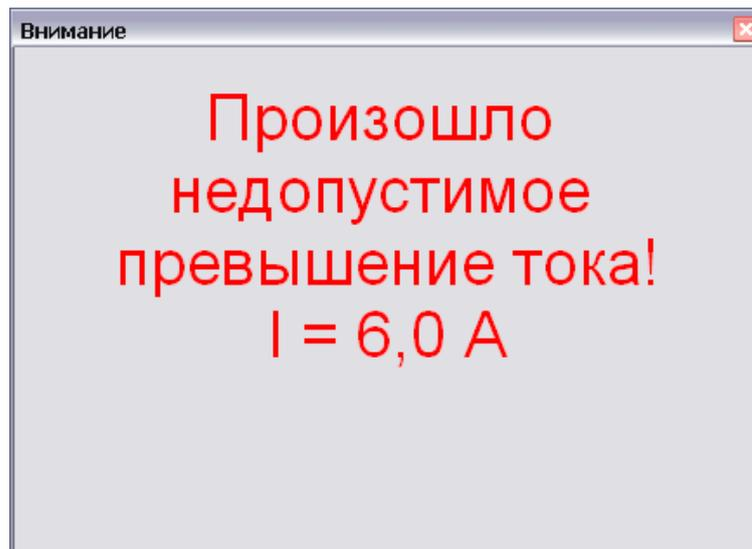

Рис.15. Окно с информацией
2. Разместить основные устройства согласно рис.15.